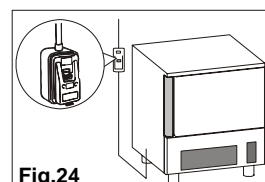

Fig.24
- Il est obligatoire d'installer avant l'appareil un interrupteur omnipolaire selon les normes courantes au pays où l'appareil est installé. (fig.24)